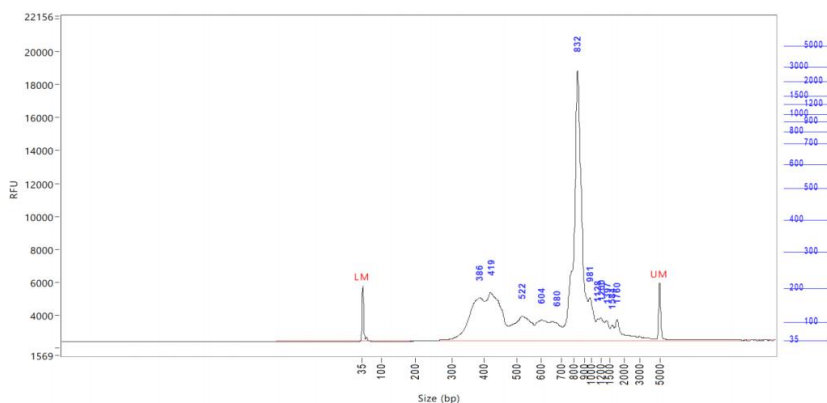

图 7. 第二轮 BCR 富集产物质检图
- 3) BCR 质检结果请参照图 7，显示 400bp(±100bp)左右，800bp(±100bp)左右具有明显主带。